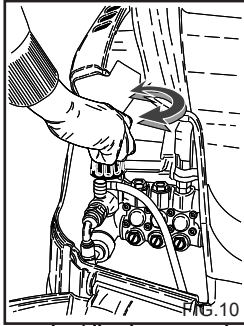

FIG. 10
Dit hoofdstuk betreft alleen de modellen die voorzien zijn van een "drukregelaar". Deze drukregelaar, Fig. 10, maakt het mogelijk tijdens het werk de druk te regelen. Door de handgreep C tegen de klok in (B) te draaien (minimum) wordt de bedrijfsdruk verlaagd.